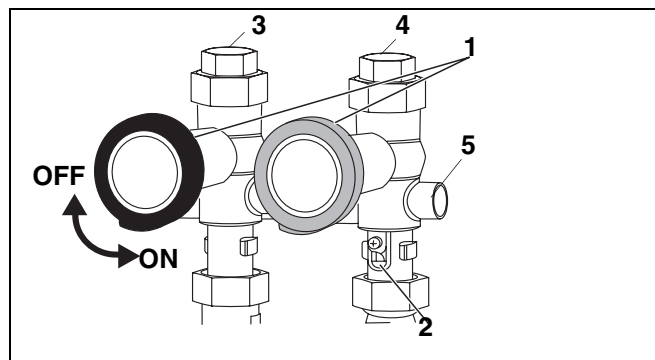

Fig. 1 Mandata e ritorno
Per riempire meglio l'impianto, aprire manualmente la valvola d'intercettazione della mandata della caldaia. A questo scopo, ruotare l'intaglio (fig. 1, **pos. 2**) della valvola d'intercettazione in posizione verticale. Verificare che i rubinetti a sfera (fig. 1, **pos. 1**) di mandata (fig. 1, **pos. 4**) e di ritorno (fig. 1, **pos. 3**) siano aperti!
In caso di set del circuito di riscaldamento dotato di miscelatore (HSM), inserire la sonda di mandata per la regolazione del circuito di riscaldamento nel pozzetto ad immersione (fig. 1, **pos. 5**).